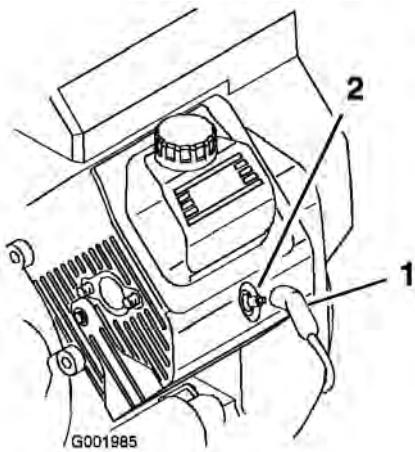

図 49
3. 点火プラグのコードが抜けているのを確認する(図 49)。
- 点火コードを取り付ける(図 49)。